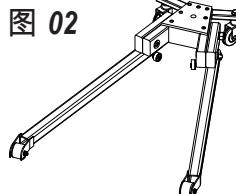

图 02
- 见图 02：使用垫圈 #2、张紧垫圈 #43 和螺栓 #42，将柱 #20 连接到底座 #44 上。